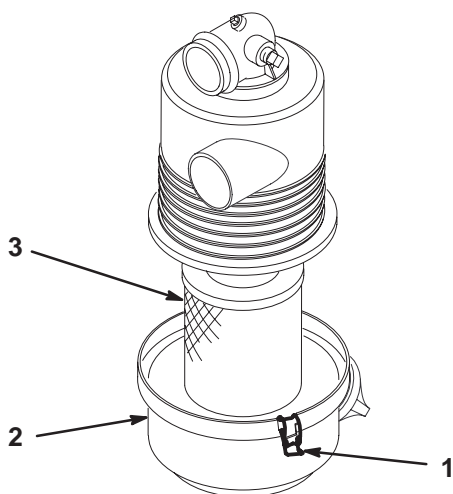

Figure 20
3. Desserrez les fixations qui maintiennent le couvercle sur le corps du filtre à air. Ôtez le couvercle du corps et nettoyez l'intérieur du couvercle (Fig. 20).
4. Sortez l'élément filtrant du corps du filtre avec précaution pour ne pas déloger trop de poussière (Fig. 20). Évitez de cogner l'élément contre les parois du filtre.